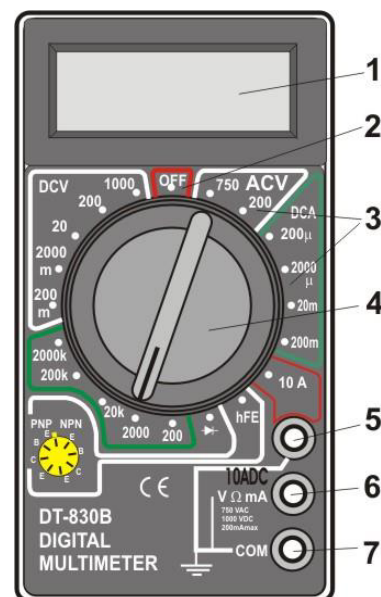

Fig. 2
- b) identificați elementele numerotate cu cifrele 1-2-3-5-6-7 de pe panoul frontal al multimetrului digital din fig.2; 12p
- c) precizați pe ce domenii trebuie poziționat comutatorul de funcții-4 din fig.2, dacă se dorește măsurarea unor rezistențe cu valori de ordinul sutelor de kilohmi. 8p